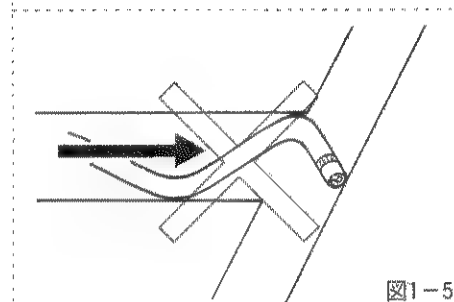

図1-5
⑬ 挿入、引き出しはゆっくり行い無理な押し込み、ねじり操作はしないでください。(図1-5)